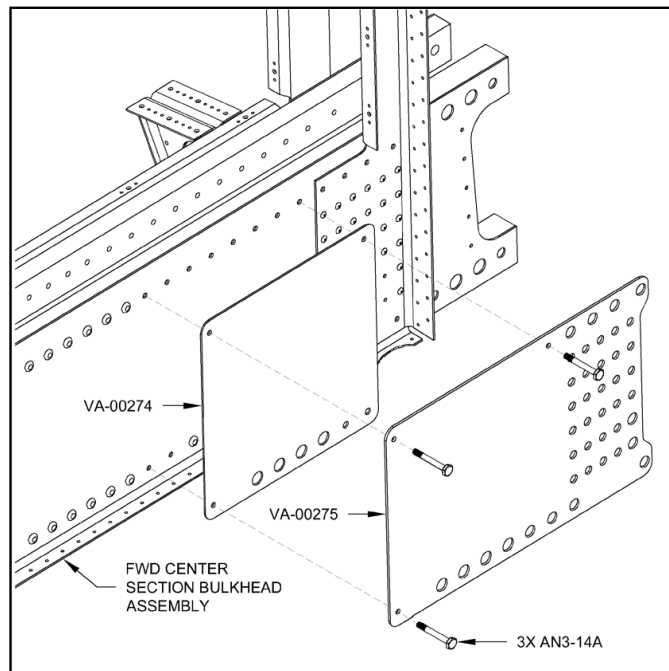

FIGURA 4: Posicionamento dos gabaritos de perfuração
Passo 19: Posicione os gabaritos de Perfuração VA-00274 e VA-00275 na seção central, sobre os furos para o suporte do trem de pouso esquerdo, e insira os três parafusos mostrados na Figura 4. Prenda os parafusos com porcas levemente apertadas.